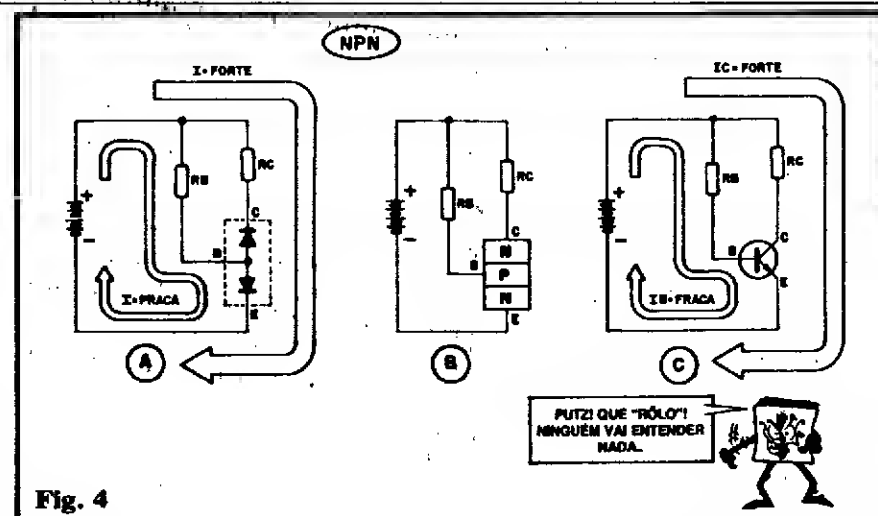
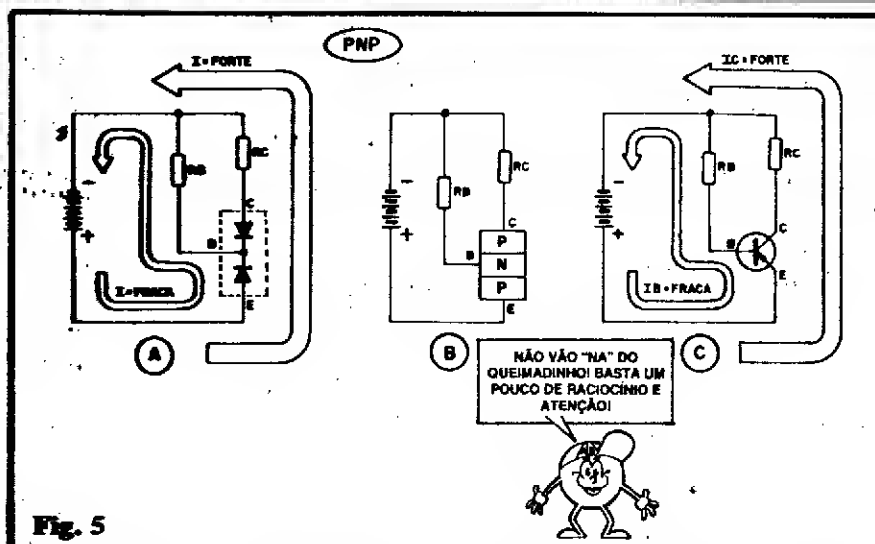

Fig. 4
Fig. 5
- **FIG. 4-A** - (Diagrama mostrando a “estrutura de diodos” interna de um transistor...) - Se o terminal de BASE (B) de um transistor NPN for ligado ao **positivo** da alimentação geral, através de um resistor de valor relativamente elevado (RB), transitará, pela junção PN correspondente ao conjunto BASE/EMISSOR, uma corrente **I fraca** (notem que o “diodo de baixo”, no arranjo fica, com relação à corrente proveniente do resistor RB, **diretamente polarizado**...). Essa corrente fraca, contudo (entre BASE e EMISSOR) gera um **importante** efeito no **sanduíche** semicondutor do transistor, induzindo o “diodo de cima” (no diagrama), a **deixar de agir como se estivesse inversamente polarizado**! Aí está **todo** o “segredo” do funcionamento dos transistores!
- Recordando um pouco: Nos símbolos dos componentes, e mesmo nos diagramas explicativos, as “setas” indicam sempre o chamado SENTIDO CONVENCIONAL da corrente, como se este estivesse “saído” do positivo e “indo” para o negativo, embora saibamos que o fluxo de elétrons, na verdade, caminha ao contrário (do **negativo**, onde “sobram”, para o **positivo**, onde “faltam”...). Voltando, então, ao diagrama da fig. 4-A, vamos tentar acompanhar o
- **FIG. 4-B** - O mesmo arranjo de polarizações mostrado na fig. 4-A, porém com a estrutura interna do transistor NPN vista em blocos semicondutores. Comparar com o diagrama 4-A, para entender bem a “coisa”...
- **FIG. 4-C** - Ainda o mesmo arranjo, porém agora “desenhado” em símbolos (exatamente como aparecem - e aparecerão, nos esquemas de circuitos mostrados em ABC...). Comparar e relacionar bem os três diagramas da fig. 4, de modo a “sentir” o comportamento e os “caminhos” da corrente num circuito transistorizado, mesmo a partir da informação visual de um simples esquema (isso é importante, para que o Leitor/Aluno comece a “pensar eletronicamente”...).
- **FIG. 5** - Tudo o que já vimos, na fig. 4, porém agora mostrado com um transistor PNP! Em 5-A num diagrama de “diodos internos”, em 5-B com a estrutura semicondutora interna e em 5-C no chamado diagrama esquemático (em